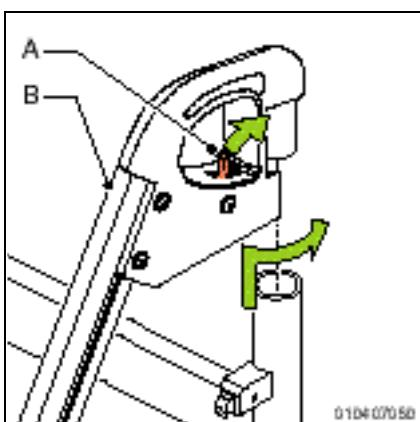

Abbildung 35
2. Drücken Sie die Klinke (A) nach hinten, um die Beinstütze zu entriegeln (Abb. 35).
4. Nehmen Sie die Beinstütze (B) oben aus dem Beinstützenhalter.